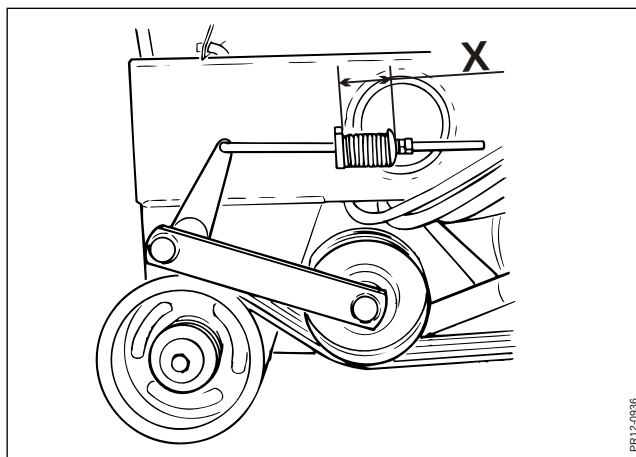

Fig. 7-9
- Fig. 7-9** Kilremmarna längs sidan på hackenheten skall spännas med hjälp av fjäderförspänningen för stödrullen. Fjädern skall spännas till längden **X** = 100 mm.